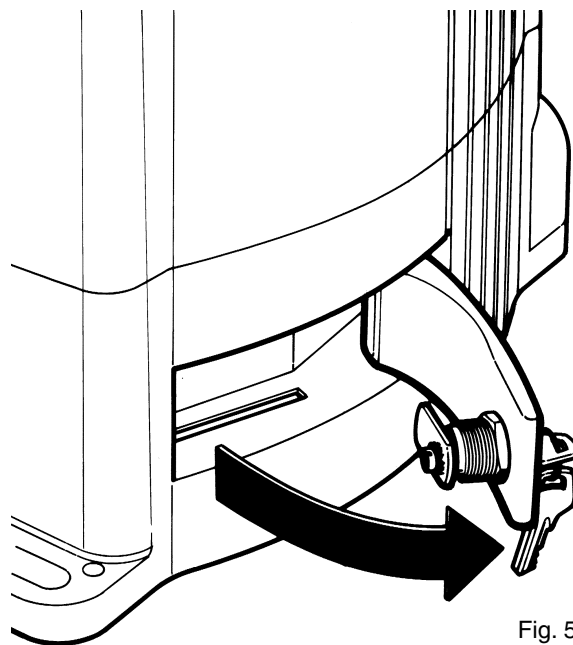

Fig. 5
①
1) Ruotare verso l'alto il copriserratura (1).
2) Inserire la chiave e ruotarla in senso orario di 90° (2).
3) Tirare a se la maniglia agendo dapprima sulla chiave stessa fino a portarla perpendicolare al THOR (Fig. 5).
1) Slide the key cover upwards (1).
2) Insert the key and turn it 90° clockwise (2).
3) Pull the handle towards you, turning the key, until it is perpendicular to THOR (Fig. 5).
1) Tourner le cache-serrure vers le haut (1)
2) Introduire la clé et la tourner de 90° dans le sens des aiguilles d'une montre (2).
3) Tirer vers soi la poignée en agissant d'abord sur la clé proprement dite de manière à la placer perpendiculairement au THOR (Fig. 5).
Den Griff durch Betätigung des Schlüssels nach vorne ziehen, bis er senkrecht zu THOR steht (Abb. 5).
1) Gire hacia arriba el cubrecerradura (1).
2) Introduzca la llave y gírela 90° hacia la derecha (2).
3) Tire de la manija hacia Ud., actuando antes sobre la llave hasta colocarla perpendicularmente a THOR (fig. 5)